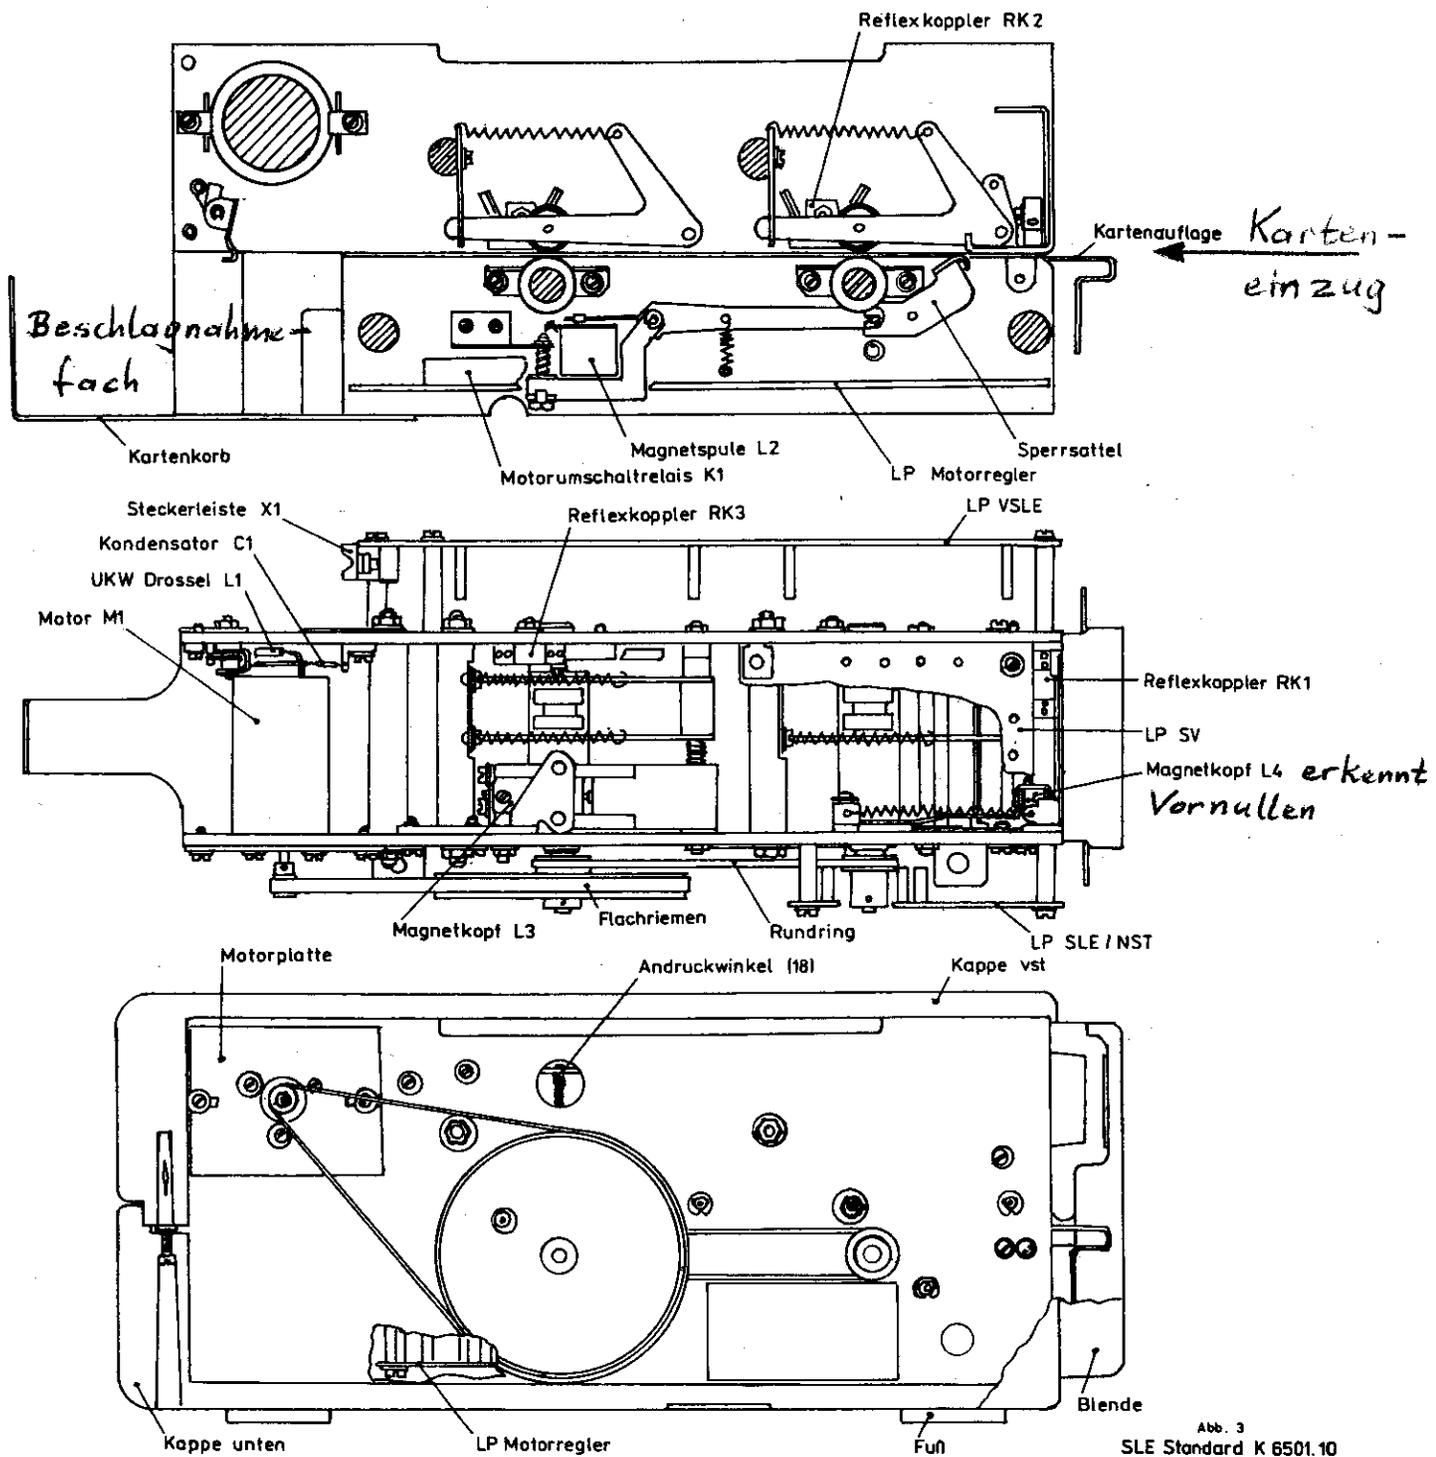

Abb. 3
2. Mechanischer Aufbau (Abb. 3)